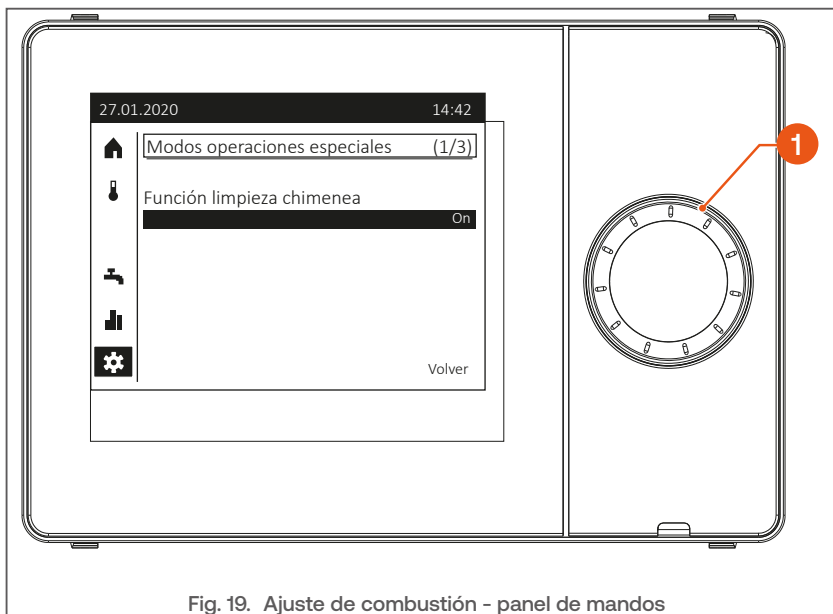

Fig. 19. Ajuste de combustión - panel de mandos
Procedimiento de ajuste (Fig. 19 y Fig. 20):
- En la válvula de gas (**Fig. 19**), coloque el adhesivo amarillo que indica que se ha realizado una transformación para el tipo de gas.